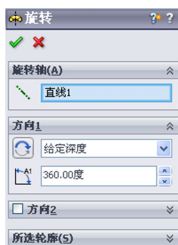

图 6-57 【旋转】的属性设置
(9) 单击  【退出】按钮，弹出【旋转】属性管理器，如图 6-57 所示，保持默认设置，单击  【确定】按钮，完成旋转基体特征。